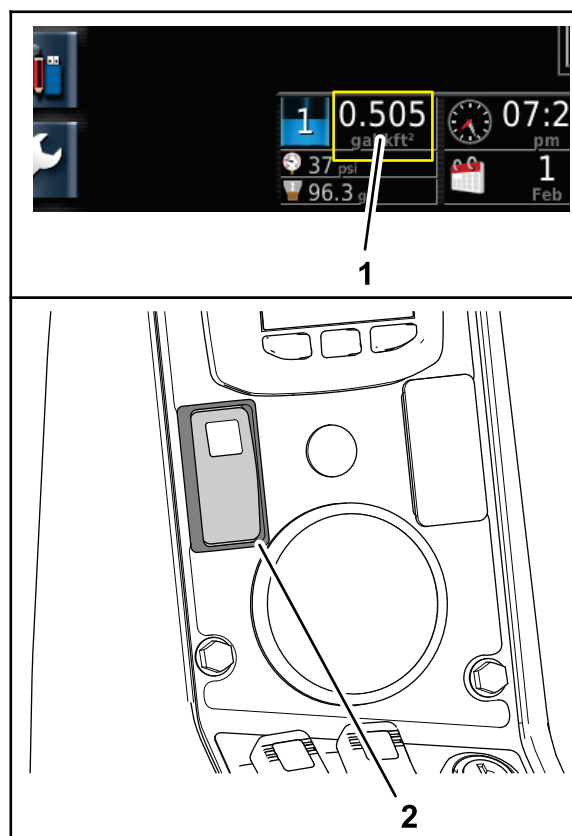

Figure 53
1. Réglez le régime moteur jusqu'à ce que le débit d'application voulu soit affiché au tableau de bord de la console de commande X2, puis engagez la commande de blocage de l'accélérateur de la machine (Figure 53).